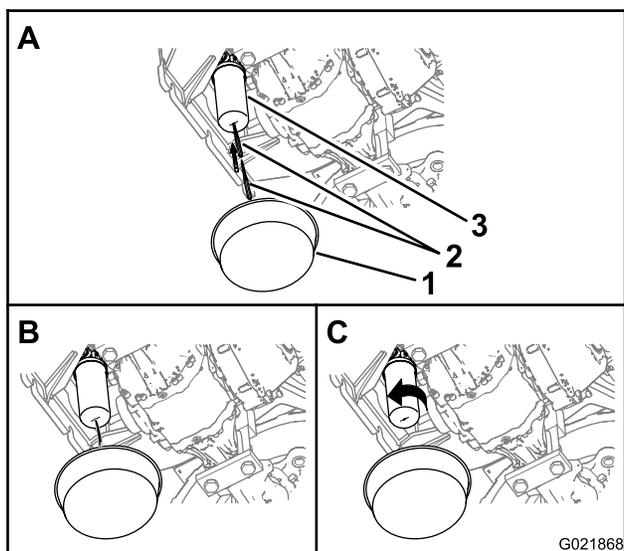

Figura 95
Nota: É possível acessar o filtro de retorno hidráulico por baixo da parte traseira da máquina (Figura 95).
1. Posicione um recipiente sob o filtro de pressão hidráulica (Figura 95).
2. Perfure o fundo do filtro de pressão hidráulica, escoando o fluido hidráulico residual para o recipiente (Figura 95).
3. Gire o filtro de retorno hidráulico no sentido anti-horário, removendo-o (Figura 95).